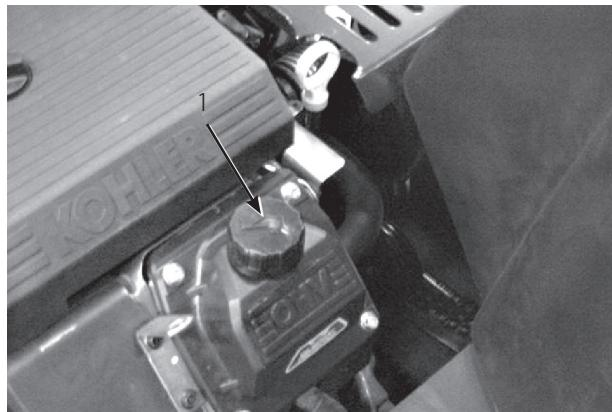

図 44
- 給油口からゴミが入ってエンジンを傷つけないように、ディップスティック (図44) の周囲をウェスできれいに拭く。
5. 補給管（図44）から、必要量の80%程度をゆっくり入れる。34ページの「エンジン・オイルについて」を参照。